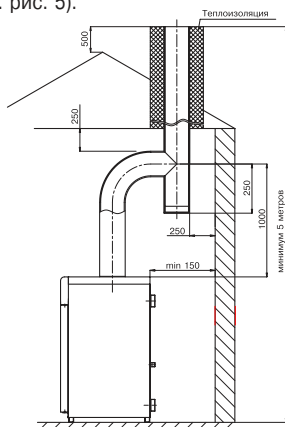

Рис. 5. Схема монтажа дымохода
- 4.6. Устройство дымохода, к которому подключается котел, должно соответствовать СП42101-2003 «Общие положения по проектированию и строительству газоснабжающих систем» (см. рис. 5).